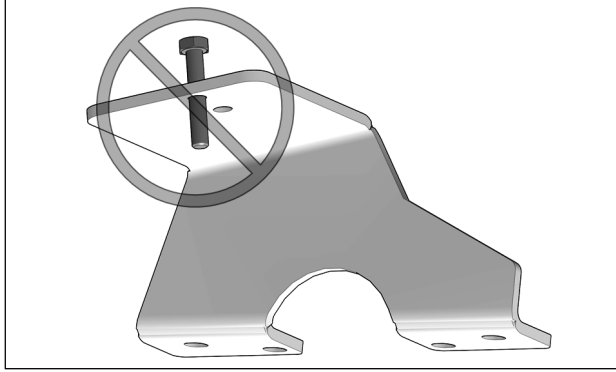

Fig. 4
**ATTENTION :** Assurez-vous d'insérer le boulon dans le bon sens. Voir la Fig. 4